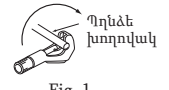

Fig. 1
- 1) Խողովակակտրիչով պատշաճ կերպով կտրե՛ք պղնձե խողովակը: (Fig. 1, 2)